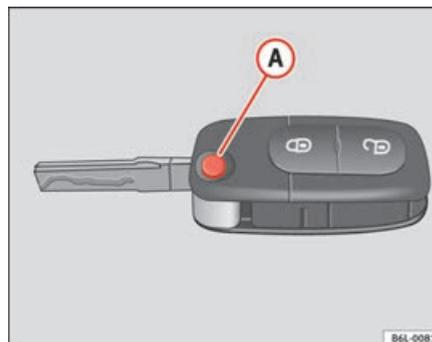

Fig. 47 Chave de abrir
**Para abrir** o palhetão, prima o botão. Este abre-se por efeito da mola ⇒ fig. 47.
Para fechar o palhetão, prima o botão e empurre o palhetão com a mão até encaixar ⇒ página 80, fig. 47.